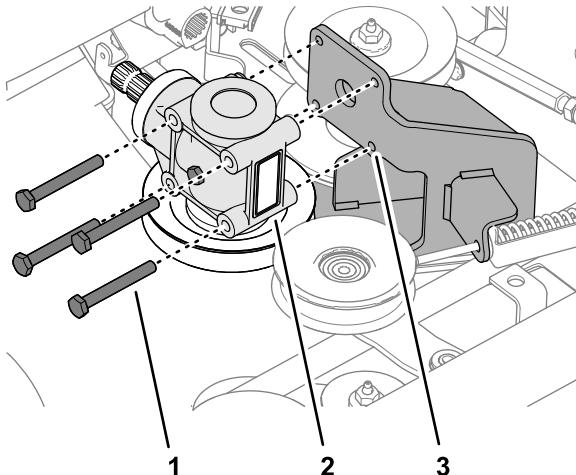

Bild 118
2. Entfernen Sie die vier Schrauben, mit denen das Mähwerkgetriebe an der Getriebestütze befestigt ist (Bild 118).
1. Fluchten Sie die Löcher im Mähwerkgetriebe mit den Löchern in der Getriebestütze aus, siehe Bild 118 in Entfernen des Getriebes (Seite 85).